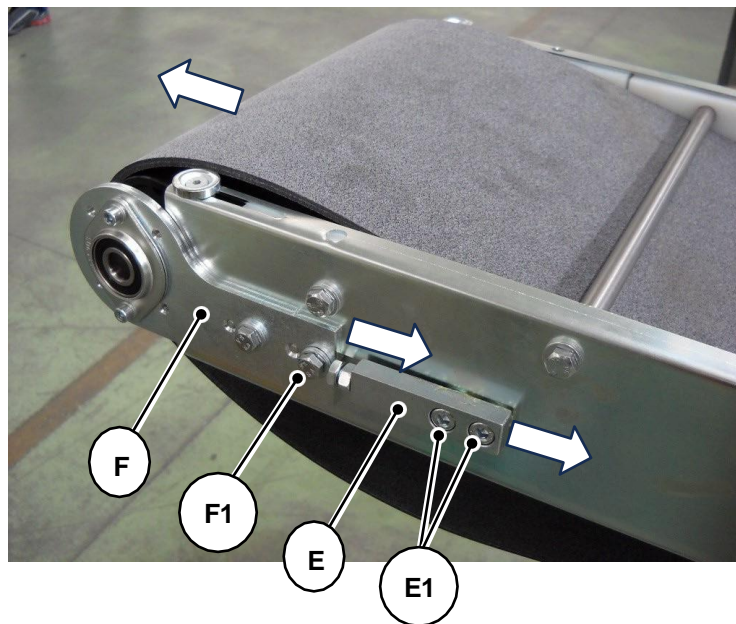

Fig. 09-22
- Pôr em contacto (internamente) os 4 reguladores "E" (2 em cada extremidade da correia), desapertando os 2 parafusos de fixação "E1", e em seguida deslocar as 4 placas de apoio da correia "F" para o interior, desapertando o parafuso de fixação "F1" (Fig. 09-22).